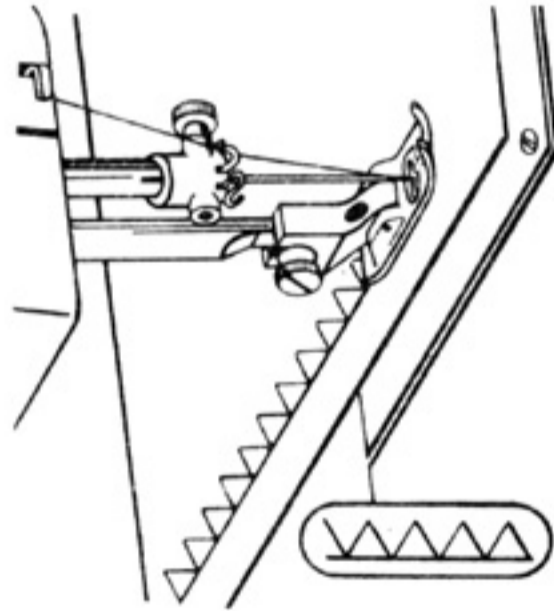

Рис. 68
46. Домашний оверлок (рис. 68)